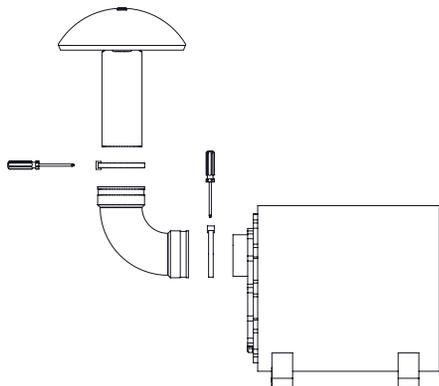

Figure 14
1. Attachez le coude et l'évent avec le capot au caisson de graves comme représenté dans la figure 14.